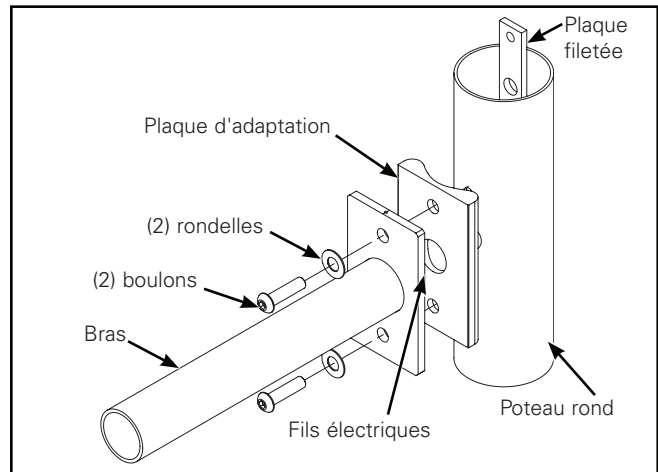

Figure 8.
Bras droit (Figure 8)
2. Pour les poteaux ronds seulement – installez la plaque d'adaptation ronde en plaçant le côté rond face au poteau (Figure 8). Alignez les trous supérieurs et inférieurs.